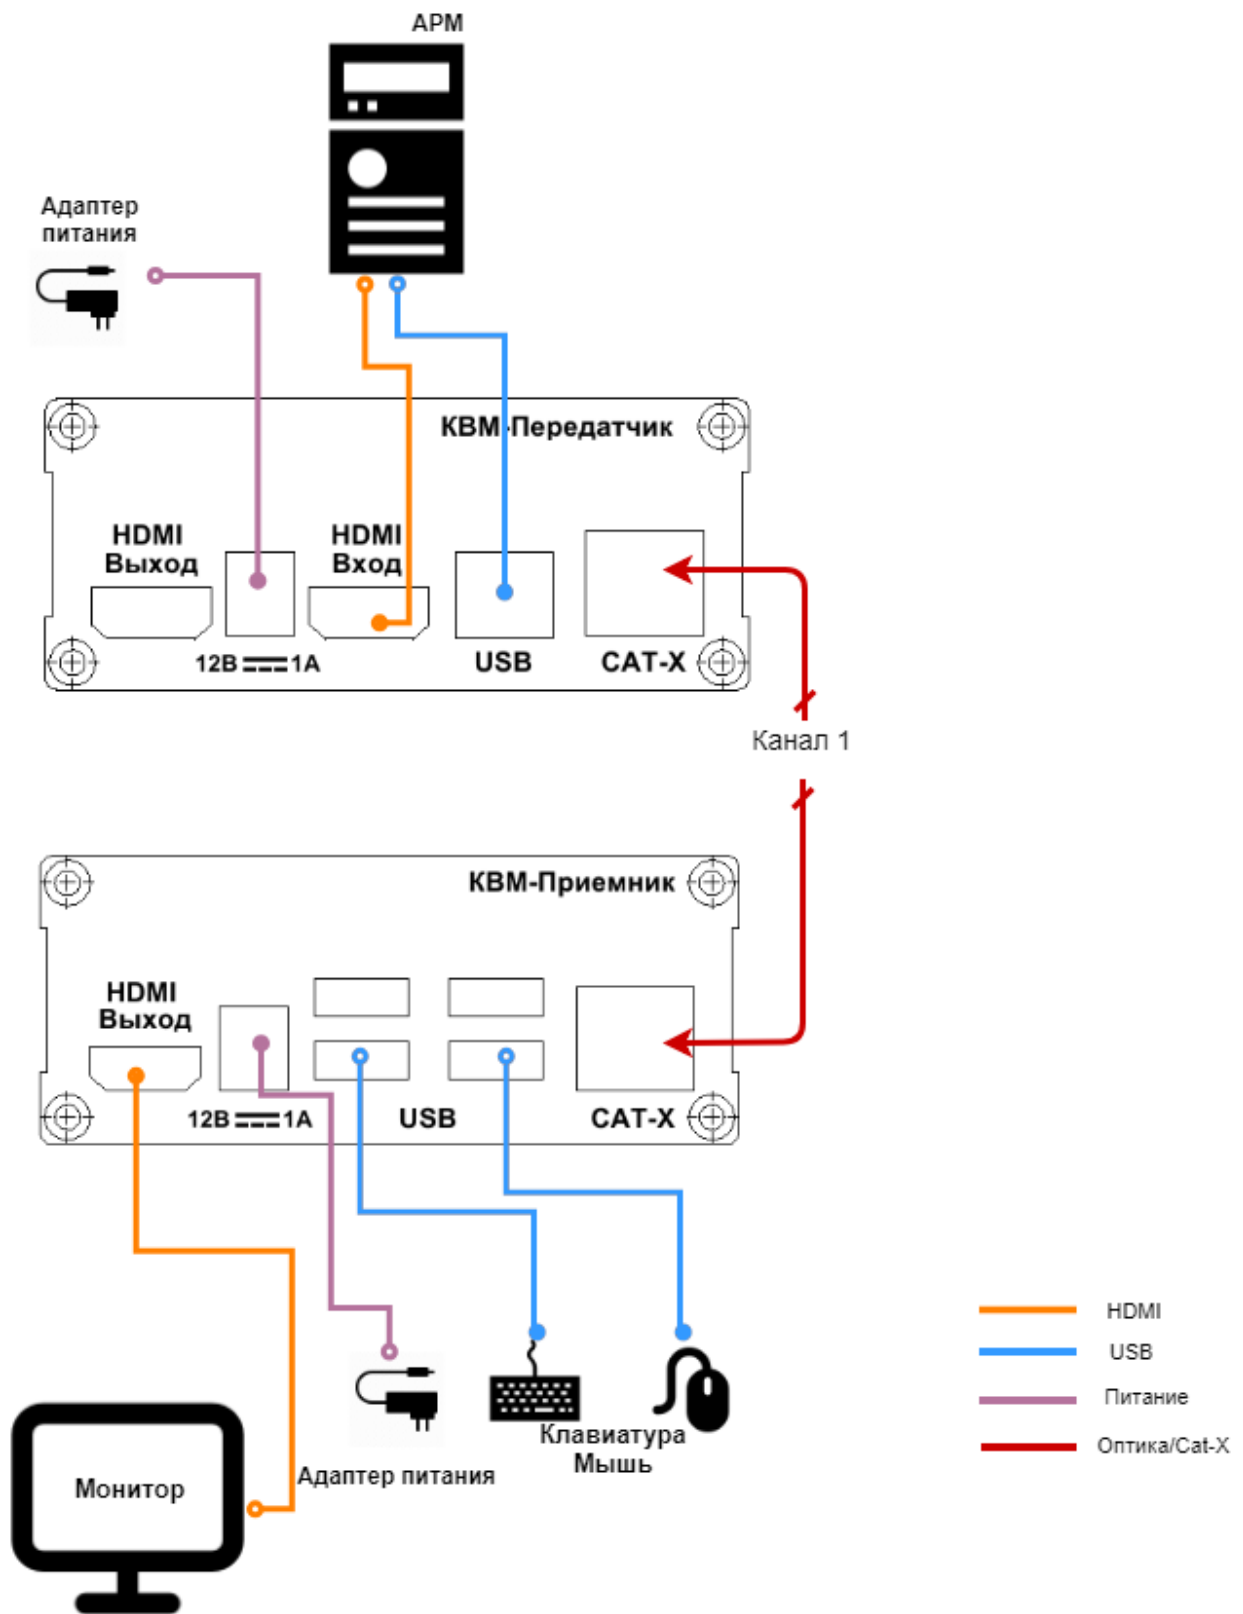

Рис. 3. Схема подключения кабелей
2. Подключите необходимые кабели (USB, Video) к портам приемника и передатчика согласно «Схеме подключения» (рис.3).
Подключите все кабели от компьютера и монитора к Изделию, как это показано на следующей схеме (рис.3). Соедините приемник и передатчик.